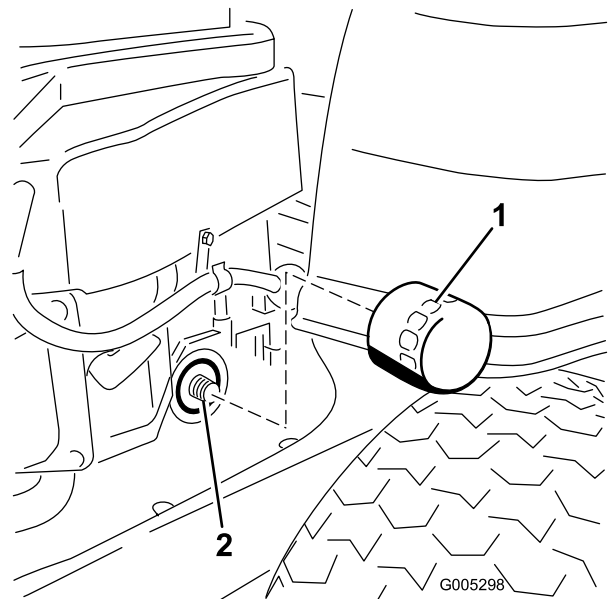

Bild 30
10. Finden Sie den Ölfilter rechts am Motor. Entfernen Sie den alten Filter und wischen Sie die Dichtfläche am Anbaustutzen mit einem sauberen Tuch ab (Bild 30).
12. Drehen Sie den Austauschfilter auf den Anbaustutzen auf. Drehen Sie den Ölfilter nach rechts, bis die Gummidichtung den Anbaustutzen berührt. Ziehen Sie ihn dann um eine weitere 3/4 bis eine volle Umdrehung fest (Bild 30). Wischen Sie überschüssiges Öl vom Rahmen.